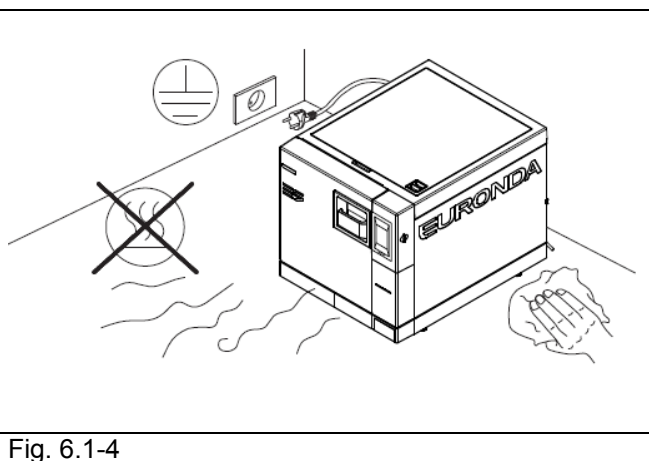

Fig. 6.1-4
- No instalar el aparato en lugares con escasa ventilación (Fig. 6.1-4).
- No situar el aparato cerca de fuentes de calor (Fig. 6.1-4).